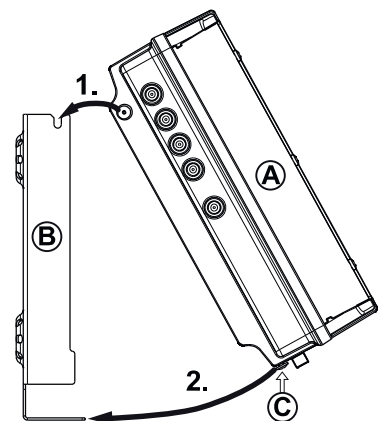

Fig. 3: Enganchar cabeza terminal
1. Monte el soporte de pared en posición horizontal sobre la superficie de montaje, véase Ⓑ en Fig. 3. Al hacerlo tenga en cuenta:
2. Enganche la cabeza terminal Ⓐ al soporte de pared Ⓑ; véase Fig. 3.